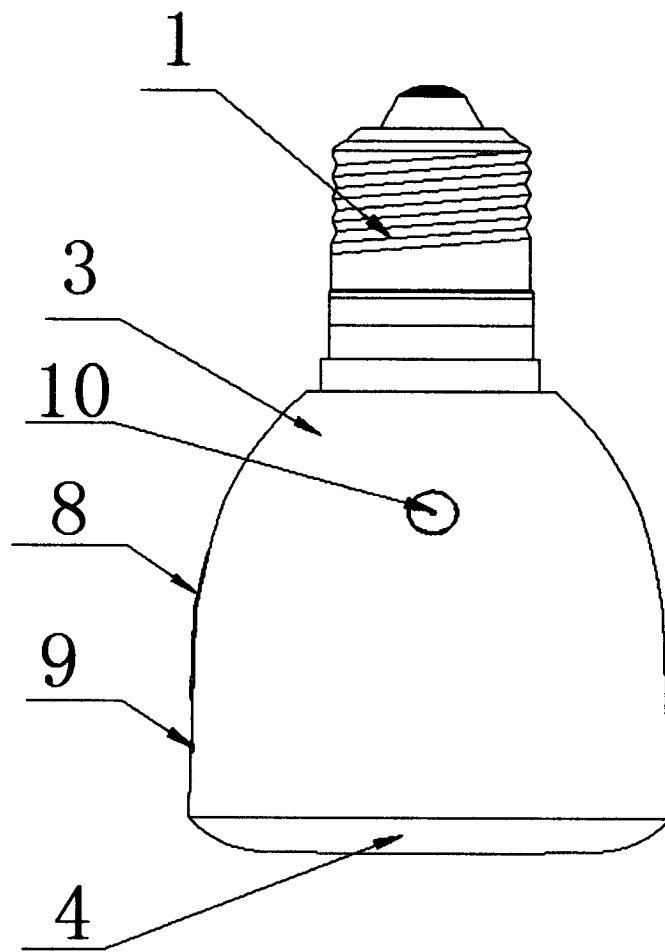

图 2
- [0009] 图 2 是本实用新型的可伸缩连杆收缩状态结构示意图；